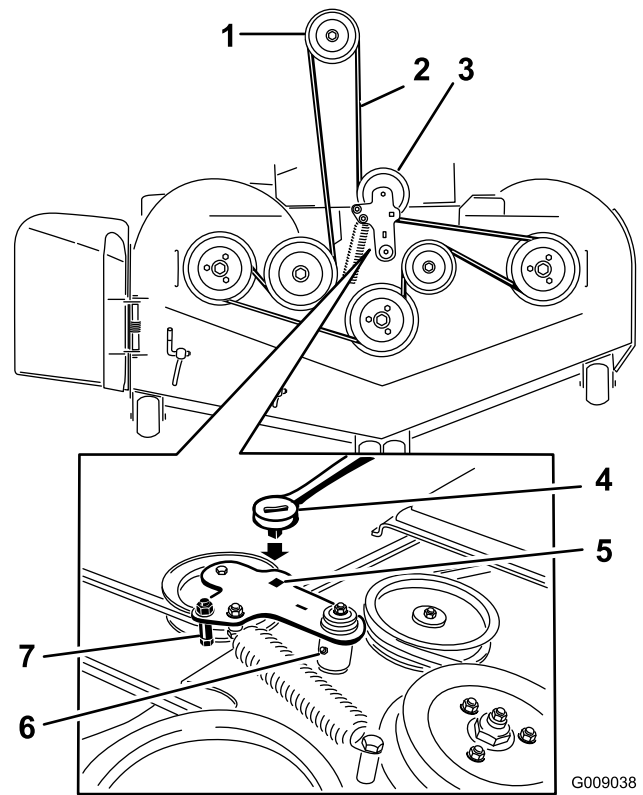

Bild 95
8. Setzen Sie eine Ratsche in das rechteckige Loch im Spannarm ein, um die Spannung an der Spannscheibenfeder zu lösen (Bild 95).
10. Verlegen Sie den neuen Riemen um die Mähwerk- und Bremsspannscheiben unter dem Motor (Bild 95).
11. Drehen Sie die Riemenführungs-nase und stellen Sie sicher, dass sie gegen den Drehzapfenhub anschlägt (Bild 95).
12. Setzen Sie eine Ratsche in das rechteckige Loch ein und verlegen Sie den Riemen um die gefederte Spannscheibe (Bild 95). Setzen Sie die Federenden in den Verankerungsrillen ein.